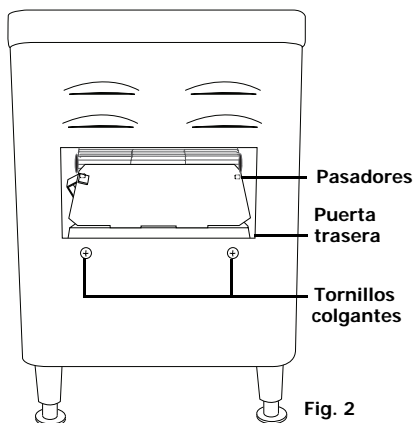

Fig. 2
2. Fijela dentro del aparato apoyando el labio curvo de la puerta en los dos pasadores situados al final de la cinta [Fig. 2].